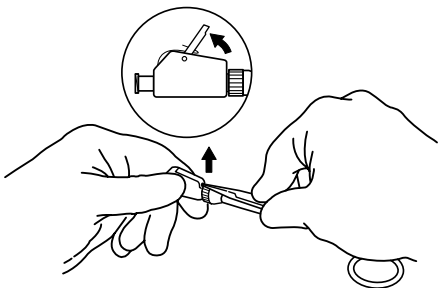

Abb. 4
- Nach oben drücken, bis der Sperrhebel entriegelt ist. (Abb. 4)